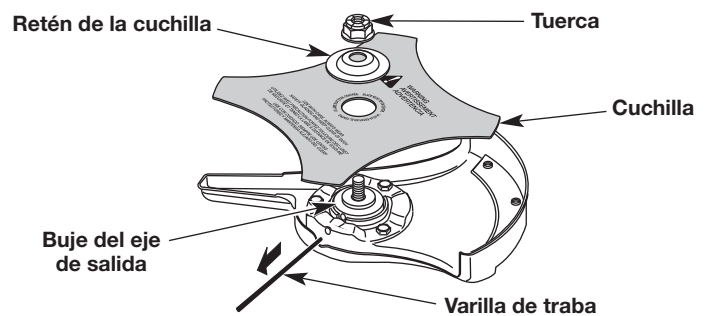
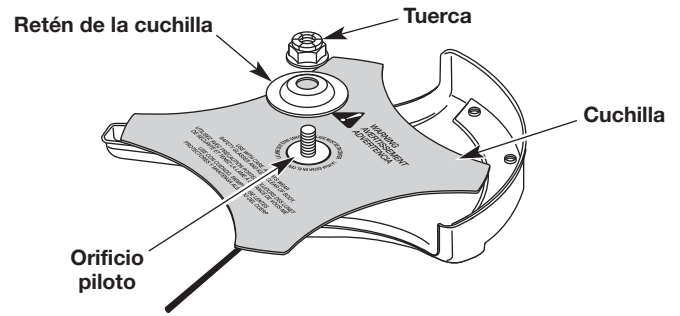

Fig. 23
Fig. 24
3. Quite la varilla de traba (Fig. 23).
4. Quite la tuerca, el retenedor de la hoja y la hoja (Fig. 23).
1. Coloque la cuchilla en el buje del eje de salida (Fig. 23). Asegúrese de que la cuchilla esté centrada en el paso del piloto (Fig. 24). La cuchilla debe asentarse de forma plana contra el buje del eje de salida.
3. Mientras esté sosteniendo la varilla de traba en su lugar, coloque el retén de la cuchilla y la tuerca en el eje de salida (Fig. 24).